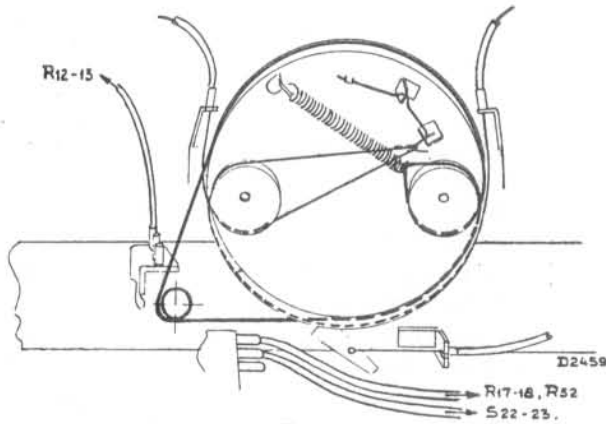

Fig. 15
9. Het aandrijftouw van de trommel afnemen ($2\frac{1}{2}$ maal om het rondsel van de fijnregelunit, zie fig. 15).